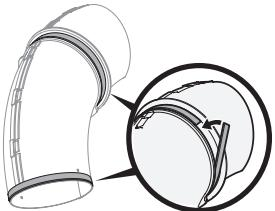

Figure 21
- Retirez la bande protectrice de l'une des bandes autocollantes en mousse fournies avec Xvotre sac à herbeX. Collez la bande autocollante sur la goulotte supérieure en l'alignant avec la bride comme indiqué dans la Figure 21.
- Retirez la bande protectrice de l'autre bande autocollante en mousse, puis collez la bande sur la goulotte supérieure en l'alignant avec l'extrémité inférieure comme indiqué dans la Figure 21.